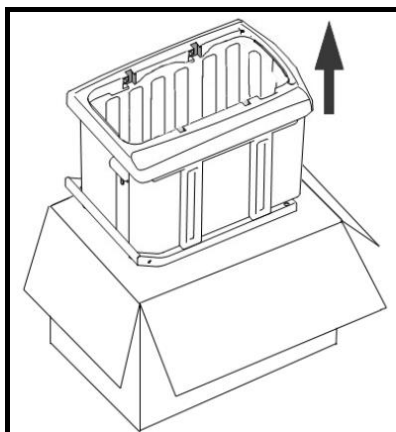

Fig. 3
2. Retire a estrutura da base e caixa de recolha da embalagem. (Fig. 3)